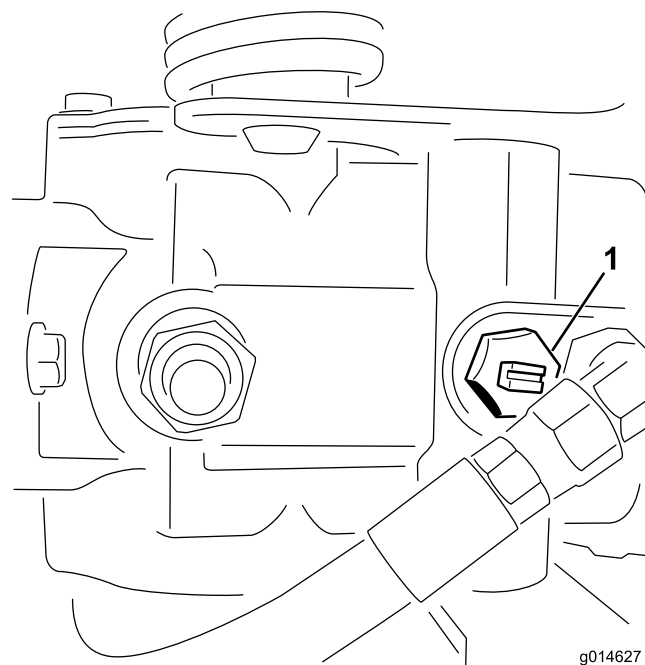

Figure 42
1. Trouvez la vanne de dérivation sur la pompe jusqu'à ce que la fente soit verticale (Figure 42).
2. Avant de mettre le moteur en marche, fermez la vanne de dérivation (fente horizontale) (Figure 42). Ne mettez pas le moteur en marche quand la vanne est ouverte.